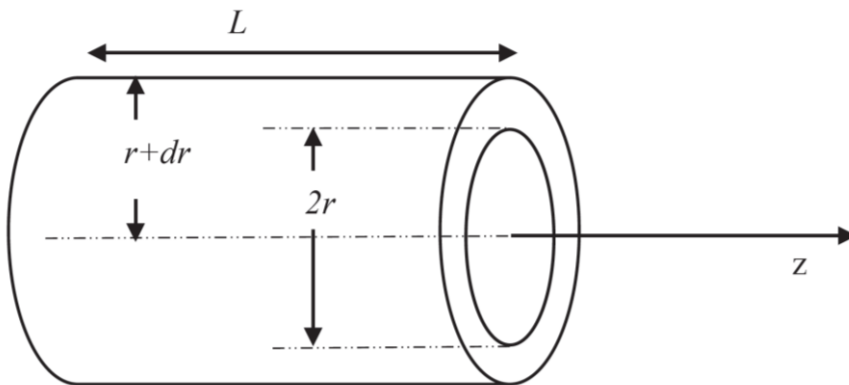

Figure 1 - Géométrie du cylindre C
Q3. Dans l'épaisseur des tuyaux des réseaux, on suppose que la température ne dépend que de la variable r des coordonnées cylindriques (**figure 1**).
- On peut établir que la résistance thermique élémentaire $d\Gamma$ associée au phénomène de diffusion, d'un cylindre C (**figure 1**) de longueur L , compris entre les rayons r et $r+dr$ et de conductivité thermique λ vaut $d\Gamma = \frac{1}{2\pi\lambda L} \frac{dr}{r}$. En déduire la résistance thermique de diffusion d'un tuyau cylindrique creux de longueur L , de rayon extérieur R et d'épaisseur e .